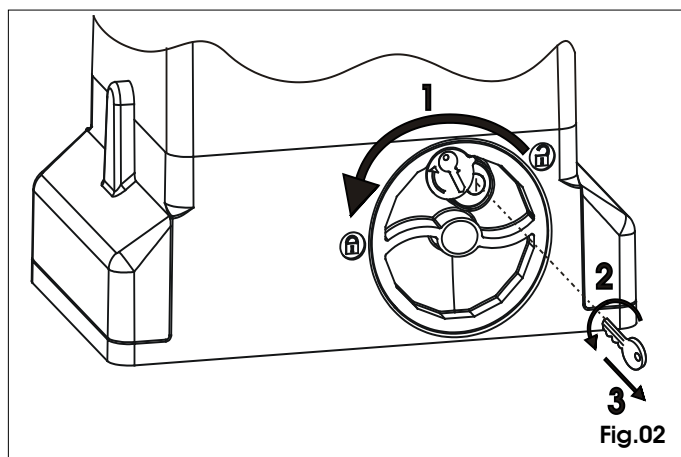

Fig.02
- 1) Tourner le système de déverrouillage dans le sens inverse des aiguilles d'une montre jusqu'à son arrêt, Fig. 02 réf. 1.
- 2) Tourner la clé dans le sens inverse des aiguilles d'une montre et l'extraire de la serrure, Fig. 02 réf. 2 et 3.